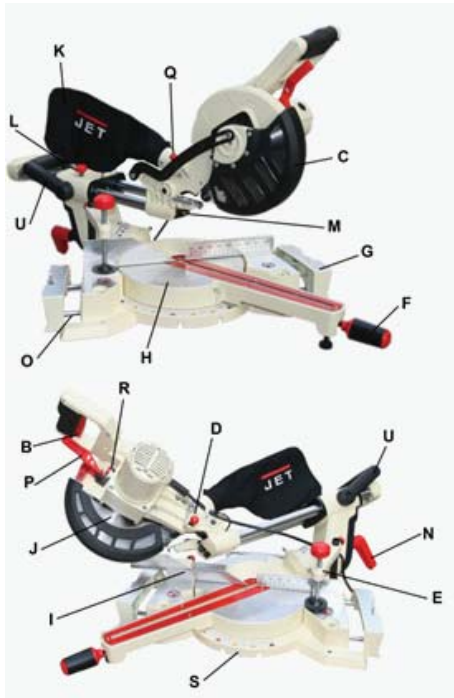

Рис. 1
- Мішок (K, Рис. 1) призначений для збору пилу. Мішок можна приєднати на штуцер у задній частині верстата.
- Пилка постачається із зафіксованою пиляльною частиною. Аби розблокувати, витягніть фіксатор (D, Рис. 1), при цьому натиснувши на саму пиляльну частину.
- Пересуньте затиск (Р, Рис. 1) у бік та за допомогою ручки повільно натисніть на пиляльну частину униз.
- Послабте фіксатор пересування каретки (L, Рис. 1).
- Використовуйте притиск заготовки (Е, Рис. 1).